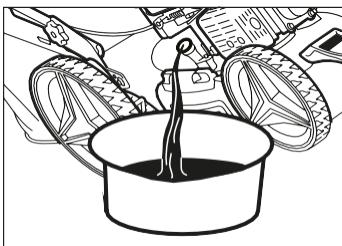

Рис. 20
- Используйте технический шприц, при его наличии, для удаления масла из картера двигателя (в комплект поставки не входит) или аккуратно и плавно наклоните газонокосилку (не переворачивать) для слива масла в приготовленную емкость (Рис. 20), дайте отработанному маслу стечь полностью, утилизируйте его способом, который не повредит окружающей среде.